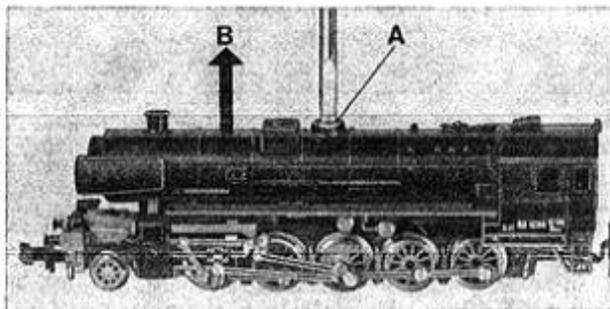

Abb. 1
Schraube A an der Oberseite des Lokgehäuses lösen (Abb. 1) und Gehäuse nach oben abziehen (B).